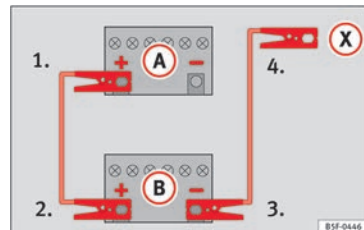

Fig. 75 Esquema de conexión para vehículos sin sistema Start-Stop.
2. Emborne un extremo del cable *rojo* de emergencia al polo positivo (+) del vehículo con la batería descargada (A) » fig. 75.
3. Emborne el otro extremo del cable *rojo* de emergencia al polo positivo (+) del vehículo que suministra la corriente (B).
4. *En los vehículos sin sistema Start-Stop:* emborne un extremo del cable *negro* de emergencia al polo negativo (-) del vehículo que suministra la corriente (B) » fig. 75.